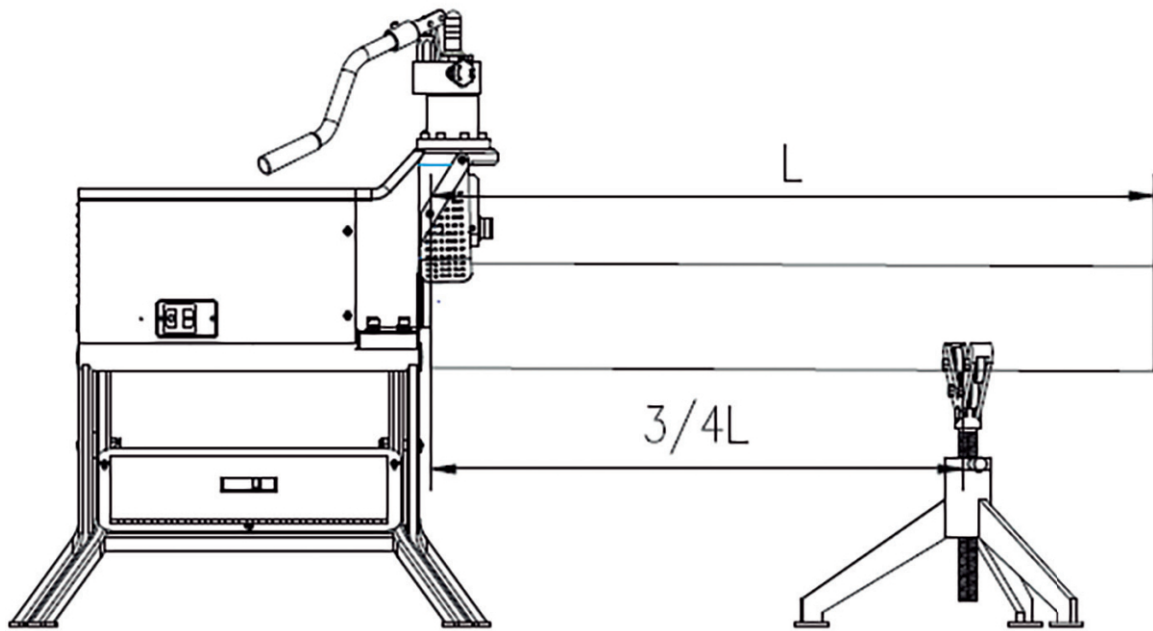

Figura 4
4. Ao colocar o tubo na máquina, utilize o suporte a uma distância de  $\frac{3}{4}$  da distância entre a ponta do tubo e a máquina, conforme a **Figura 4**.